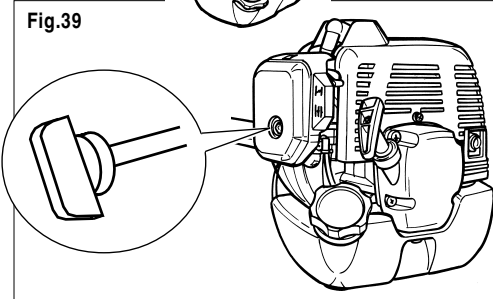

Fig.40
3) Przed założeniem filtr należy wysuszyć (fig.40).